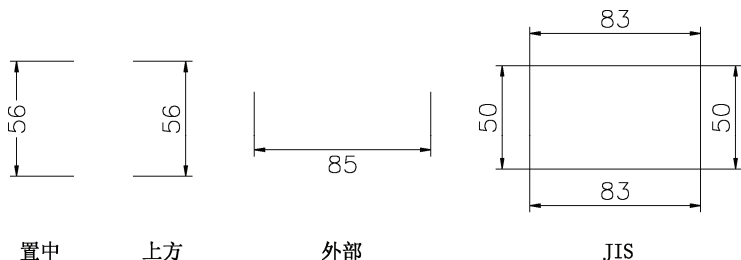

图 8-14 垂直文字不同位置
(1) 垂直：设置文字在垂直方向上的位置。可以选择置中、上方、外部或 JIS 位置。图 8-14 表示了它们的区别。